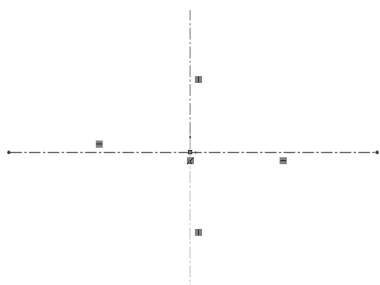

图 11-2 绘制中心线
1) 单击【草图】工具栏中的（中心线）按钮，在屏幕左侧将弹出【插入线条】属性栏，在屏幕右侧的绘图区中移动鼠标，当鼠标与屏幕中的原点处于同一水平线时，屏幕中将出现一条水平虚线，此时单击鼠标，将产生中心线的第一个端点；水平移动鼠标，屏幕将出现一条中心线，移动鼠标到原点的右侧，再次单击鼠标，将产生中心线的第二个端点，双击鼠标，则水平的中心线绘制完毕。按同样方法，绘制竖直方向的中心线。单击【草图】工具栏中的（中心线）按钮来关闭中心线。绘制中心线如图 11-2 所示。